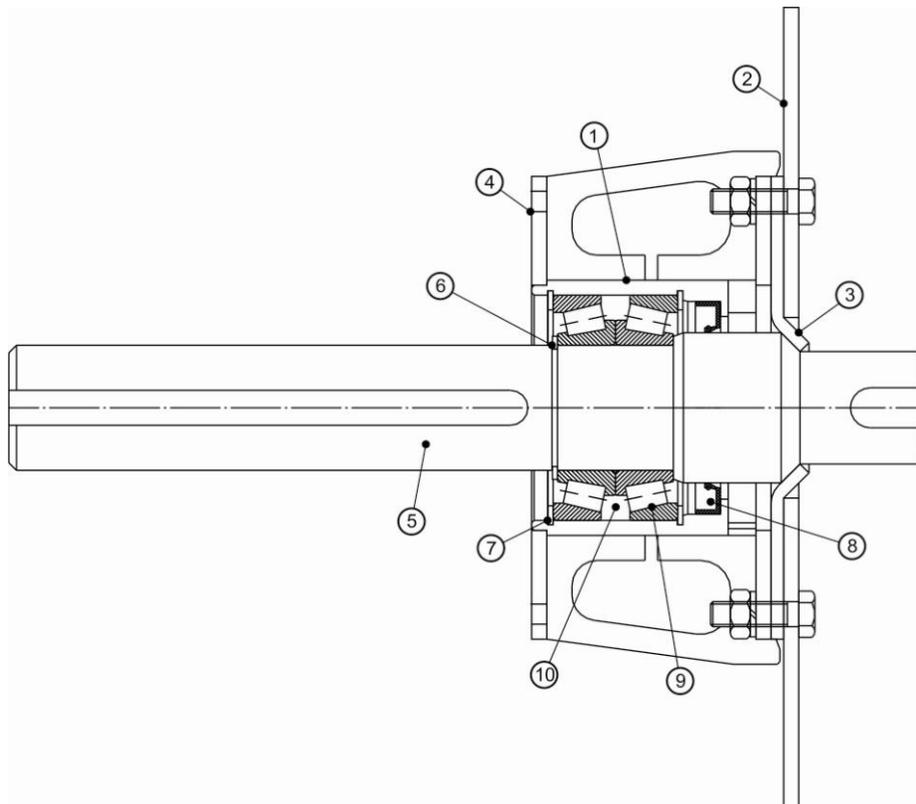

Рис. 13 Подшипниковая опора приводная
Подшипниковая опора приводная (Рис.13) винтового конвейера-питателя состоит из: корпуса (1), переднего фланца (2), резинового уплотнения (3), заднего фланца (4), приводного вала (5) с пазом, стопорного кольца наружного 50 ГОСТ 1394 (6), стопорного кольца внутреннего 90 ГОСТ 13943 (7), армированной манжеты 2.1 60 x 85 ГОСТ 8752 (8), подшипников 7510А ГОСТ 27365 (9). Пространство (10) между подшипниками (9) на ½ своего объема заполнено смазкой ЛИТОЛ 24.